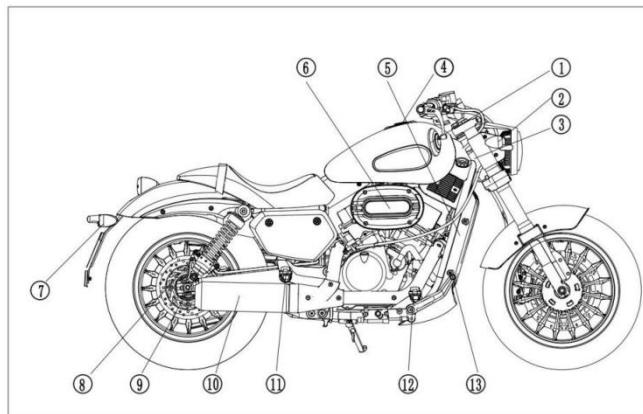
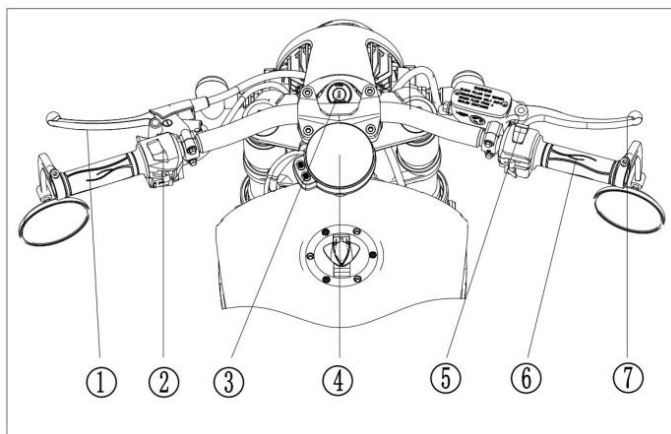

Abb.2
Abb.3
2. (Abb.2)
- ① Rückspiegel Rx
- ③ Blinker vorne Rx
- ③ VIN
- ④ Tankdeckel
- ⑤ Typenschild
- ⑥ Luftfilter
- ⑦ Blinker hinten Rx
- ⑧ Hintere Bremsklammer
- ⑨ Hinterradaufhängung
- ⑩ Auspufftopf
- ⑪ Pedal hinten Rx
- ⑫ Pedal vorne Rx
- ⑬ Bremspedal
3. (Abb.3)
- ① Kupplungshebel
- ② Linke Schalterkombination
- ③ Zündschalter
- ④ Armaturenbrett
- ⑤ Rechte Schalterkombination
- ⑥ Gasgriff
- ⑦ Vorderer Bremshebel